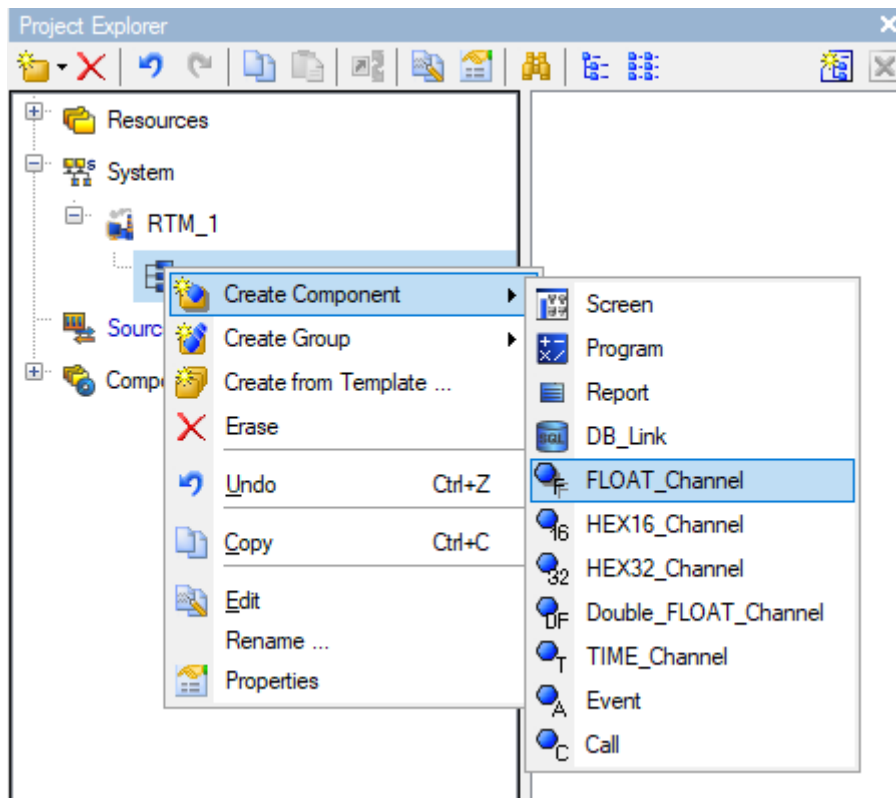

Рисунок 3 – Створення каналу типу **FLOAT**
1.4 Розкрити дерево вузла **RTM_1** у лівому вікні навігатора проекту. Викликати ПК на елементі **Channels** (Канали) контекстне меню та вибрати рядок **Create Component** (Створити компоненту), а потім **FLOAT_Channel** (рис. 3).